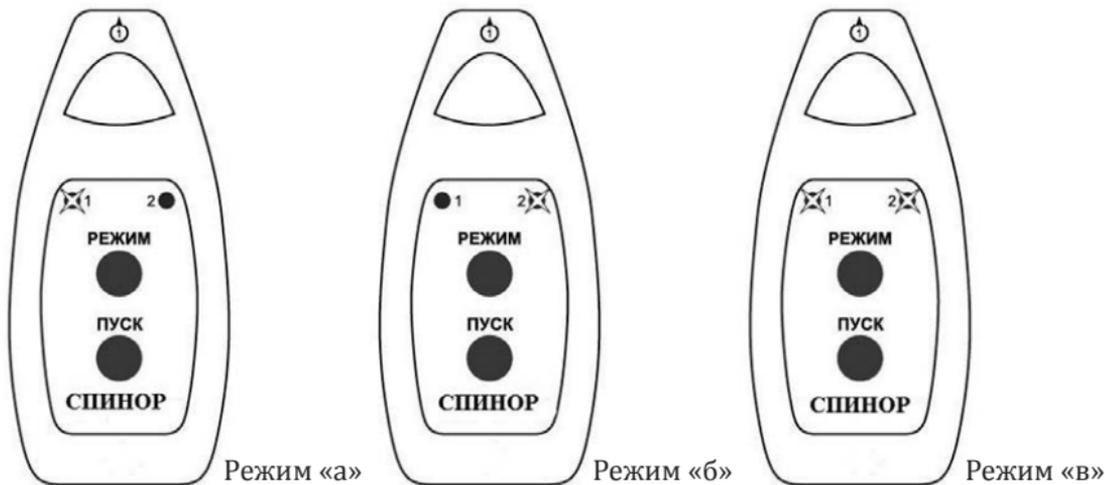

Рис. 4. Индикация при выборе режима работы аппарата «СПИНОР®»
Третье нажатие — загораются оба светодиода, выбран режим «в» (рис. 4).
6.3.6. По истечении времени сеанса «стрекотание» прекратится, светодиоды перестанут мигать и будут гореть непрерывно в течение 10—15 секунд в соответствии с рис. 4 в зависимости от режима, в котором работал аппарат. Затем аппарат автоматически отключится, и светодиоды погаснут.